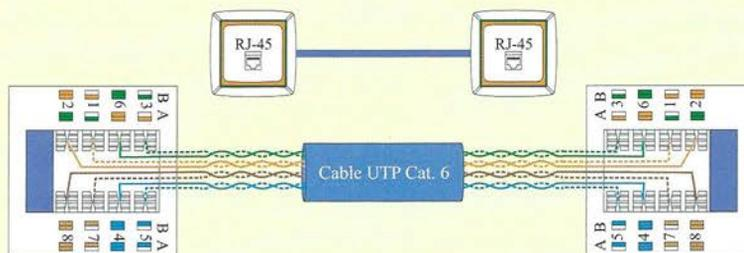

Figura 6.89. Cableado fijo de una instalación.
**6.3. Inserción a presión de un conector hembra RJ-45.** Realiza la conexión de un cable de par trenzado en un conector hembra RJ-45 para su instalación en una placa de pared utilizando una herramienta de inserción a presión (Figura 6.89). El otro extremo del cable puedes conectarlo a un panel de conexiones o a otro conector RJ-45 hembra. Para ello sigue el procedimiento siguiente: